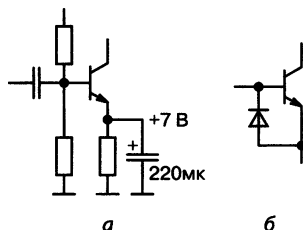

Рис. 10.15. Неправильно: напряжение на эмиттерном конденсаторе при снятии питания пробьет переход (а); требуется защитный диод (б)
**Случай 6.** Никогда не выключайте усилительный каскад на рис. 10.15, а! Снятие питания приведет к тому, что заряженный конденсатор окажется действующим между базой (потенциал которой равен теперь нулю) и эмиттером транзистора. Напряжение 7 В в полярности, обратной для перехода, превышает допустимое.
Если почему-либо невозможно изменить режим каскада, специалист пойдет на установку защитного диода (рис. 10.15, б) предохраняющего переход от переполюсовки. Самодеятельным же мастерам чаще всего вообще не приходит в голову проверить, не возникают ли недопустимые режимы элементов в моменты коммутации питания.